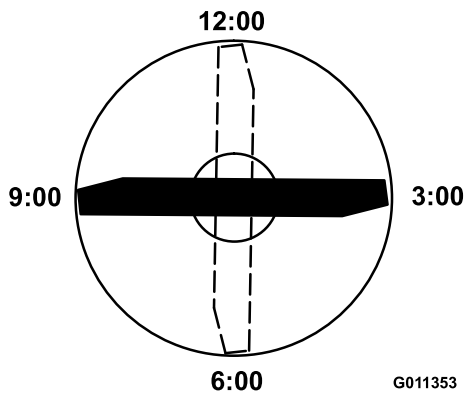

Figura 85
4. Coloque el filo de corte del extremo marcado de la cuchilla en la posición de las 12 (hacia adelante, en el sentido de la siega) (Figura 85) y mida la altura desde la mesa hasta el filo de corte de la cuchilla.
5. Gire el extremo marcado de la cuchilla a las posiciones de las 3 y de las 9 (Figura 85) y mida las alturas.